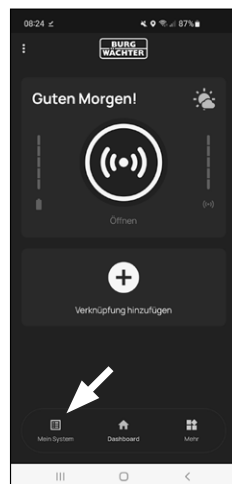

Fig. 4
- 7 L'écran principal de l'application *BURGsmart* apparaît. Ouvrez le menu « Mon système » en bas à gauche (Fig. 4).